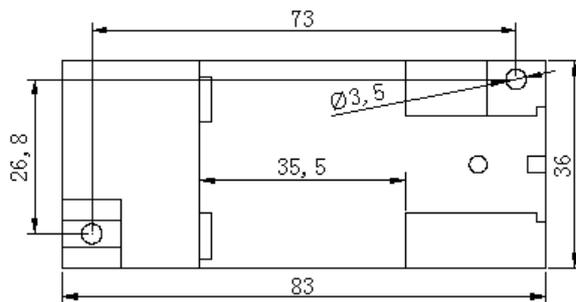

图 4、安装尺寸图
产品采用 DIN35 导轨式安装或螺钉固定安装，其安装尺寸如图 4 所示(单位 mm)。
- ① 按图 4 所示的螺孔位置在固定板上打直径为 4mm 孔；
- ② 使用小于  $\Phi 3.5$  的螺钉插入孔中固定。